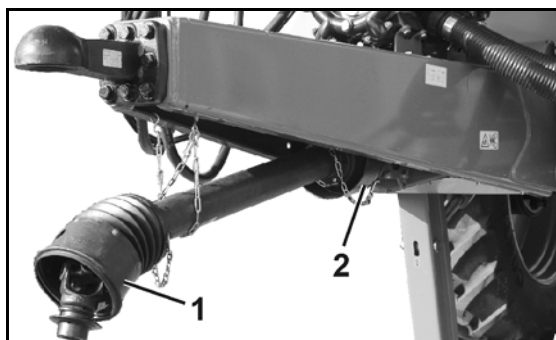

Fig. 12
- Fig. 12/...
(1) Kraftoverføringsakselvern med festekjetting
(2) Vernetrakt på maskinsiden